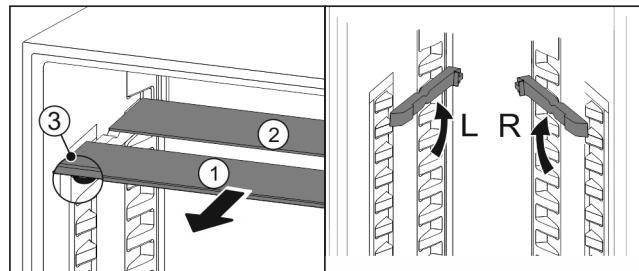

Fig. 17
- Skleněné desky jednotlivě vytáhněte dopředu Fig. 17 (1).
► Skleněná deska Fig. 17 (1) s ozdobnou lištou leží vpředu.
► Zarážky Fig. 17 (3) směřují dolů.